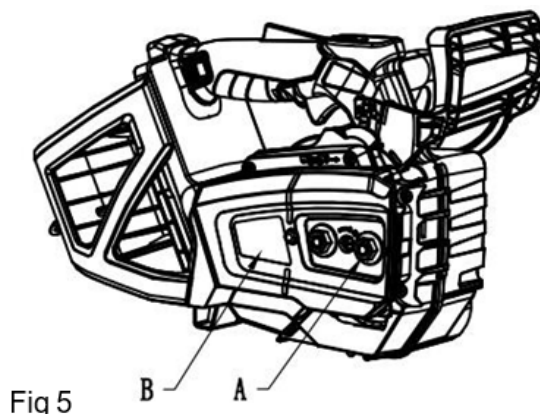

Fig 5
1. Allentare i due dadi del coperchio pignone (A) (Fig. 5).
2. Rimuovere il coperchio del pignone (B) (Fig. 5).